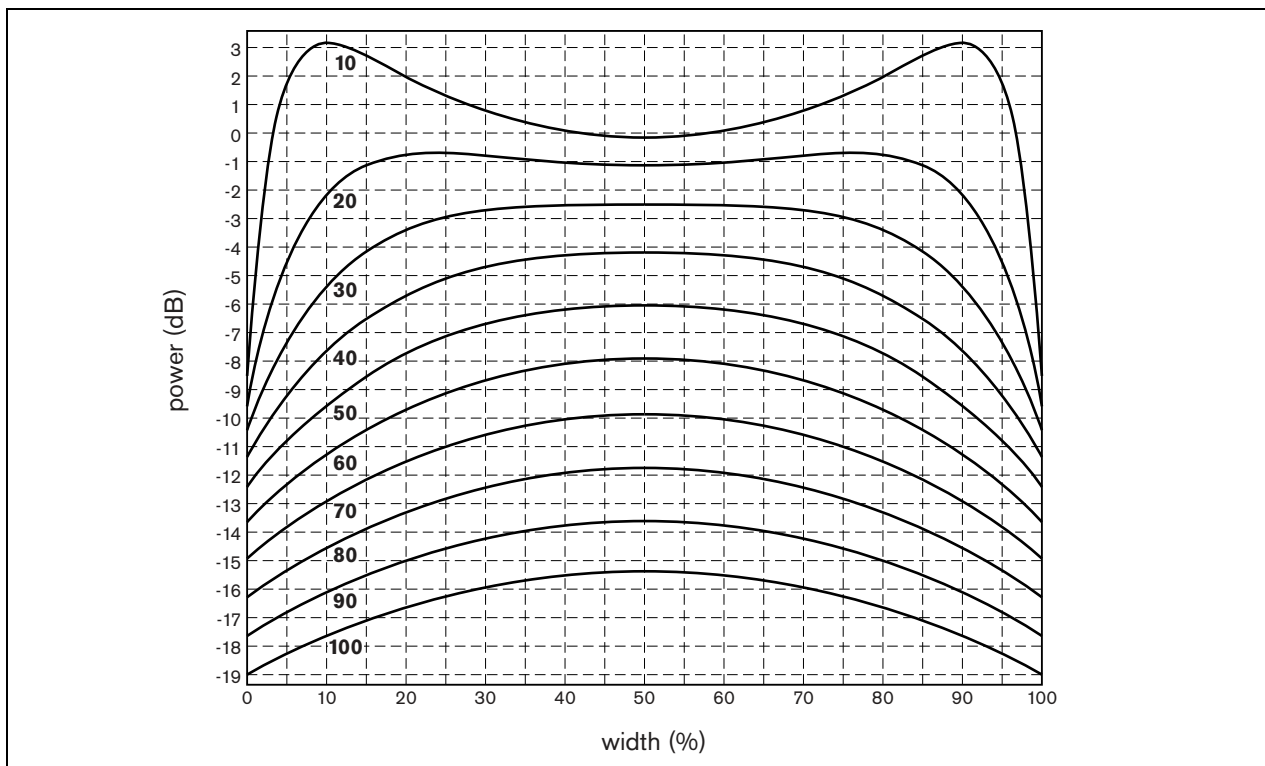

рисунок 2.8: Дополнительная мощность в зависимости от ширины комнаты
Обычно индуктивный контур устанавливают в комнате на полу или на потолке. Если расстояние между полом и индуктивным контуром слишком мало (меньше 8% ширины) или слишком велико (больше 20% ширины), см.рисунок 2.8. На рисунок 2.8 показана дополнительная мощность, которая необходима контурному усилителю для создания магнитного поля должной напряженности. Числа рядом с кривыми обозначают расстояние от пола до индуктивного контура в % от ширины (W) комнаты.